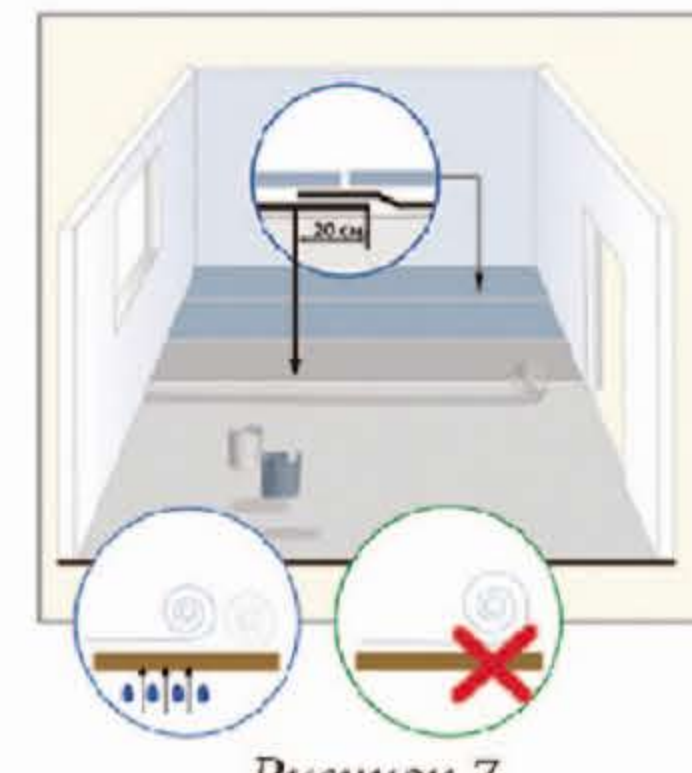

Рисунок 7
8. Если Вы укладываете SPC ламинат на бетонное основание, то Вам потребуется полиэтиленовая пленка для обеспечения пароизоляции от остаточной влажности Вашей стяжки. **Установка любого вида подложки не требуется и запрещена!** Продукция уже укомплектована звукопоглощающей подложкой класса EVA. В случае монтажа на линолеум или деревянное покрытие пароизоляция не требуется. (см. рис. 7)